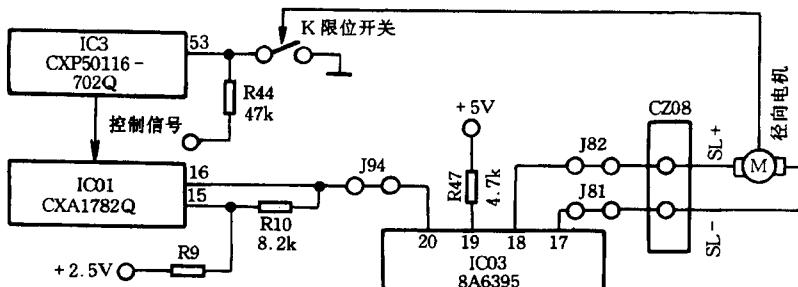

图 4 与本例故障检修有关示图
故障原因分析与排除方法 参见图 4,首先用万用表测驱动集成块 BA6395 的⑩脚,控制块 CXA1782Q 的⑩脚,其输入、输出控制信号峰值电压约为 1.78V,并且始终不变,但打开盘仓后,该控制信号电压消失。重新进仓测微处理器 CXP50116 - 702Q 的⑩脚电压为 4.8V,始终不变。关电后,检查限位开关 K 闭合正常,且开关一端至 CXA50116 - 702Q 的⑩脚连接良好,另一端对地连接良好,两端之间的阻值较大,为此判断是滑动限位开关 K 闭合时接触不良故障。将限位开关拆下,发现触点氧化,用 0 号砂纸擦净,并用酒精清洗后重新焊好,故障即排除。